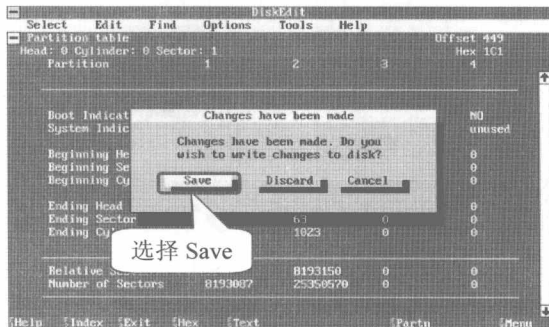

图 8-29 保存设置
步骤⑩ 修改完起始柱面之后，按回车键，这时软件会提示用户是否保存更改，选择 Save 按钮，按回车键即可，如图 8-29 所示。